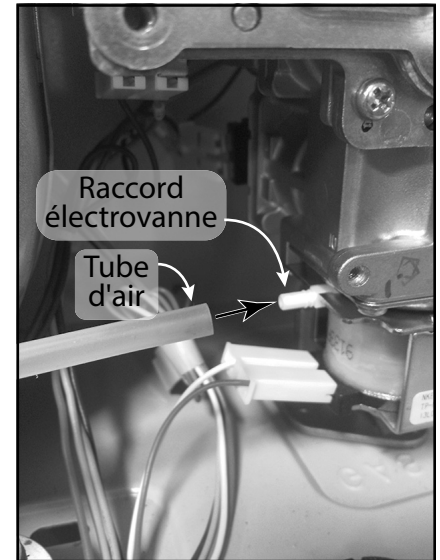

Figure 69
- 13.5 Fixez le tube transparent d'apport d'air depuis la base de la chambre de combustion au raccord situé sur la paroi gauche de l'électrovanne du gaz, (voir Figure 69.)